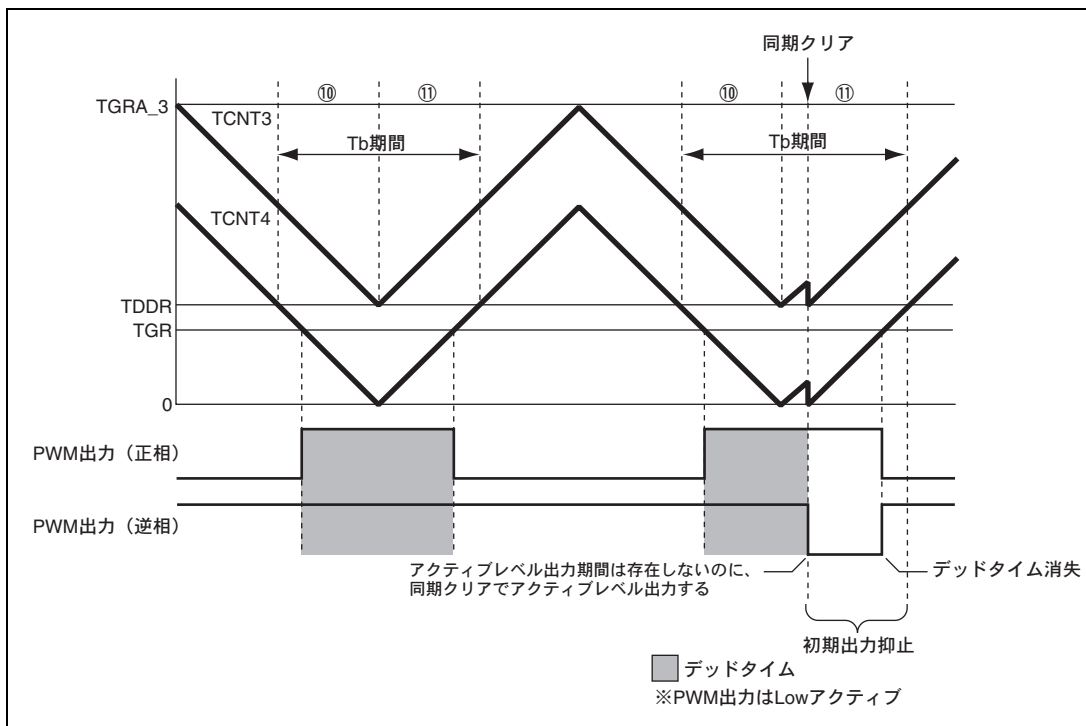

図 12.114 条件 (2) の同期クリア例
条件 (2) 初期出力の抑止期間⑩、⑪にて、 $TGRB_3 \leq TDDR$ 、 $TGRA_4 \leq TDDR$ 、 $TGRB_4 \leq TDDR$ のいずれかが成立する状態で、同期クリアする (図 12.114)。